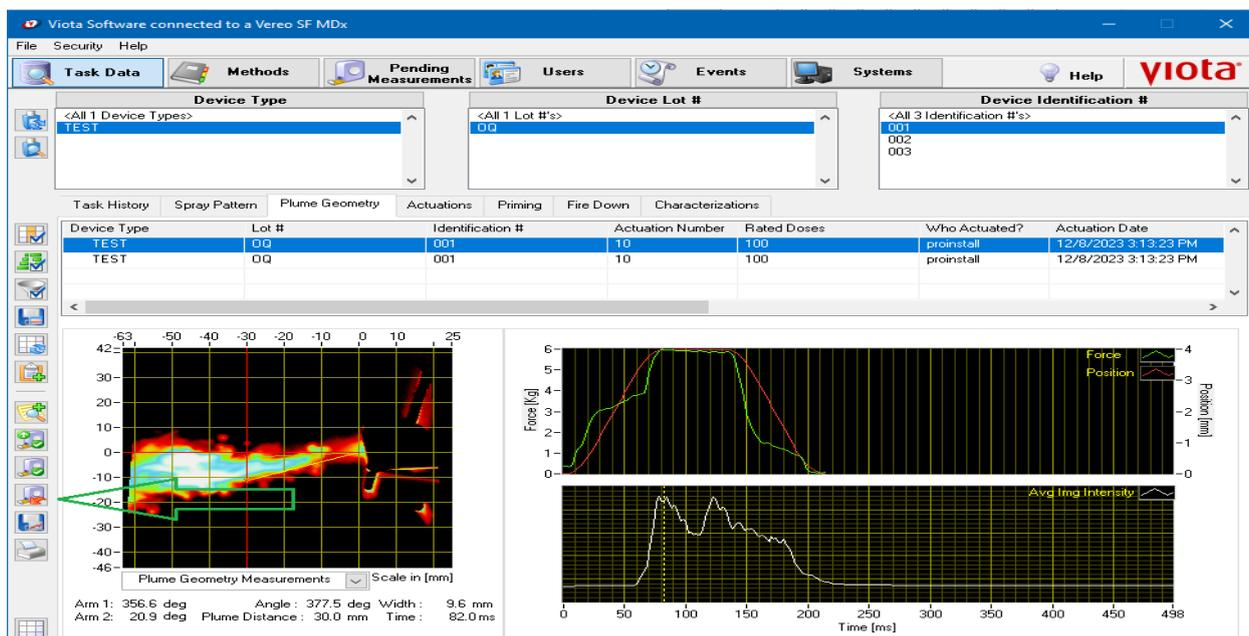

Figura 104. Remedição da geometria da pluma.
- Para medir novamente a geometria da pluma clique na linha correspondente aos dados da tarefa *Plume Geometry* e em seguida no botão *Re-Measure* conforme Figura 104.